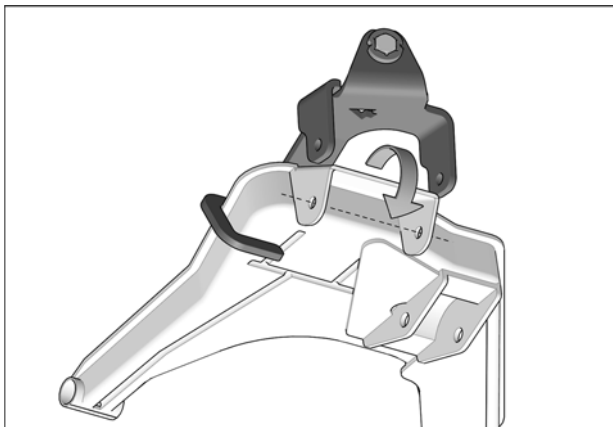

Fig. 7
7. Pivoter l'ancrage vers le haut et aligner les trous de fixation de l'ancrage aux trous présents dans le bras de suspension. Voir la Fig. 7